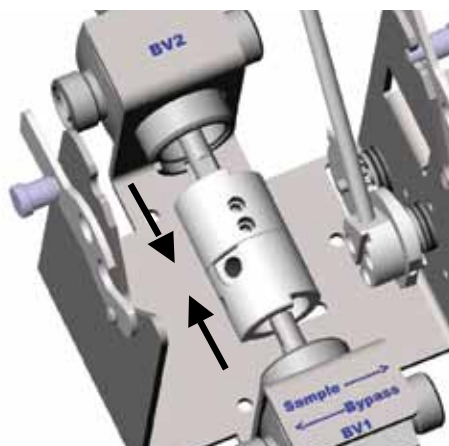

Fig. 3
6. Faites glisser les accouplements vers le centre. Fig. 3.